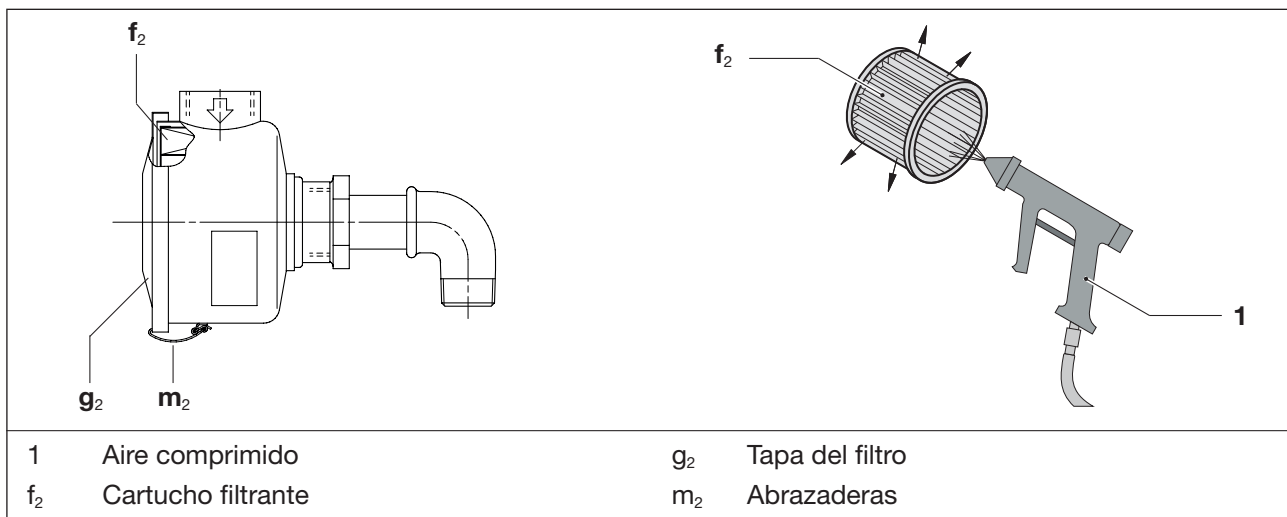

Fig. 7 Filtro de admisión
- Aflojar las abrazaderas (Fig. 7/m₂) de la tapa del filtro (Fig. 7/g₂).
- Retirar el cartucho filtrante (Fig. 7/f₂) del filtro y limpiar o sustituir.
- Volver a introducir el cartucho filtrante en el filtro y fijar la tapa del filtro (Fig. 7/g₂) con las abrazaderas (Fig. 7/m₂).